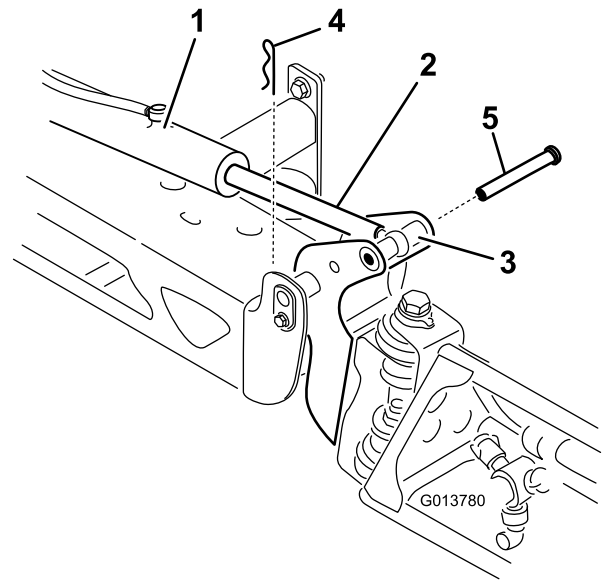

Figure 74
- Retirez la goupille fendue de l'axe de pivotement (Figure 74).
- Soulevez la rampe et déposez l'axe (Figure 74). Abaissez lentement la rampe au sol.
8. Élevez la rampe pour aligner le pivot sur la tige de vérin. Tout en maintenant la rampe, insérez l'axe dans le pivot de rampe et la tige de vérin (Figure 74).